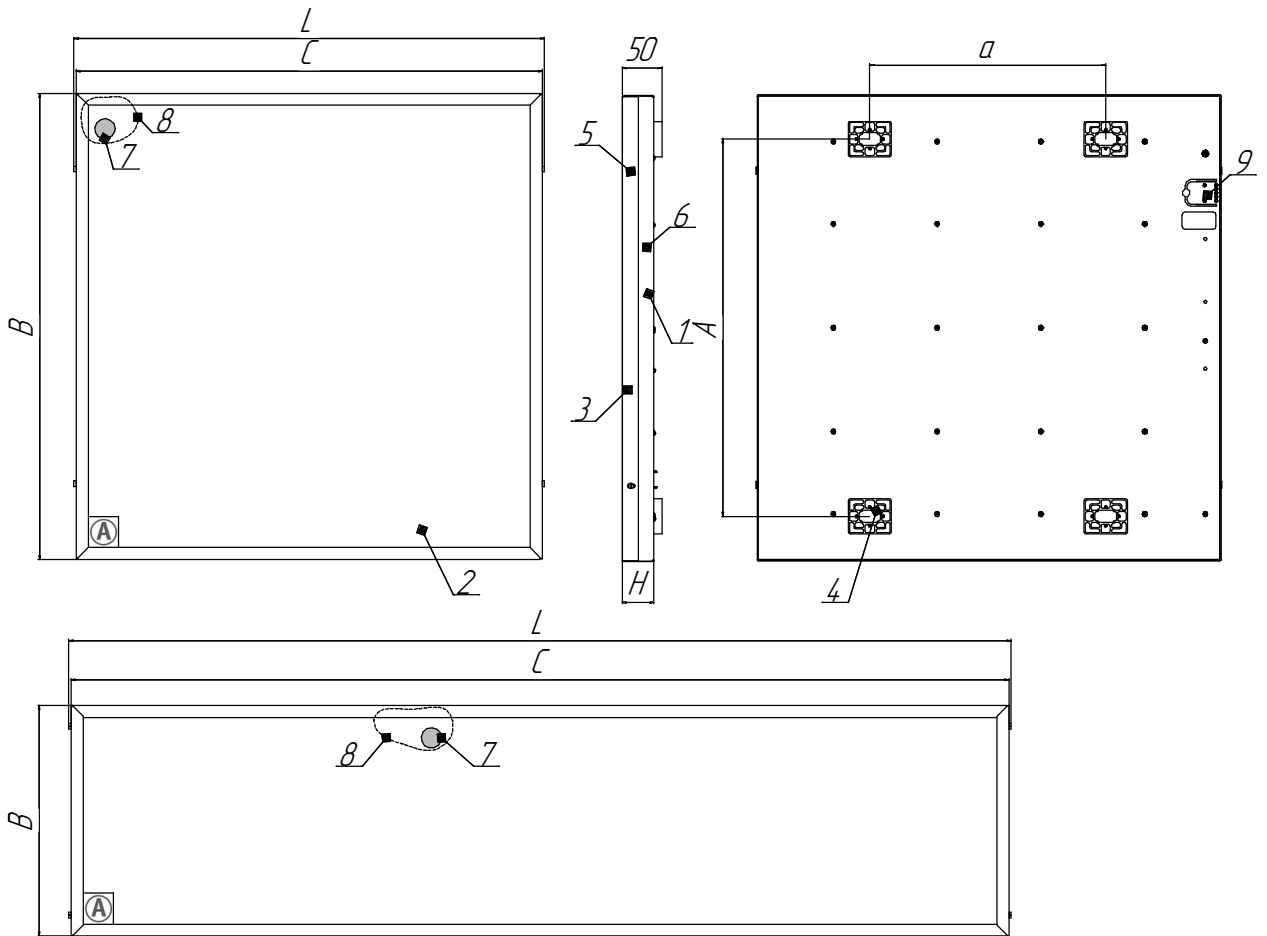
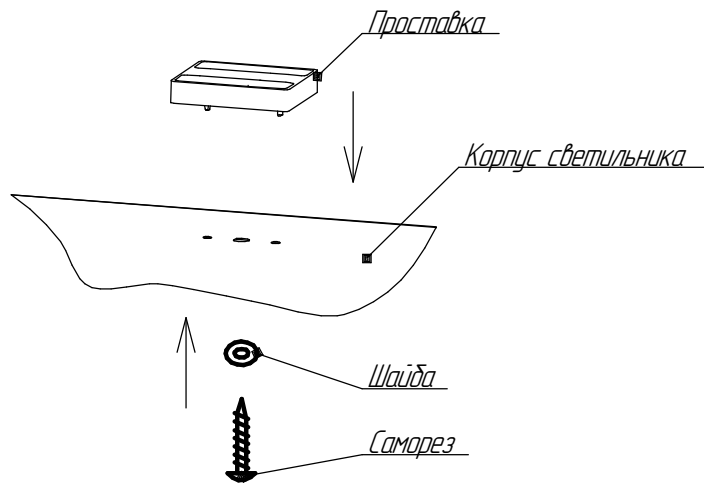
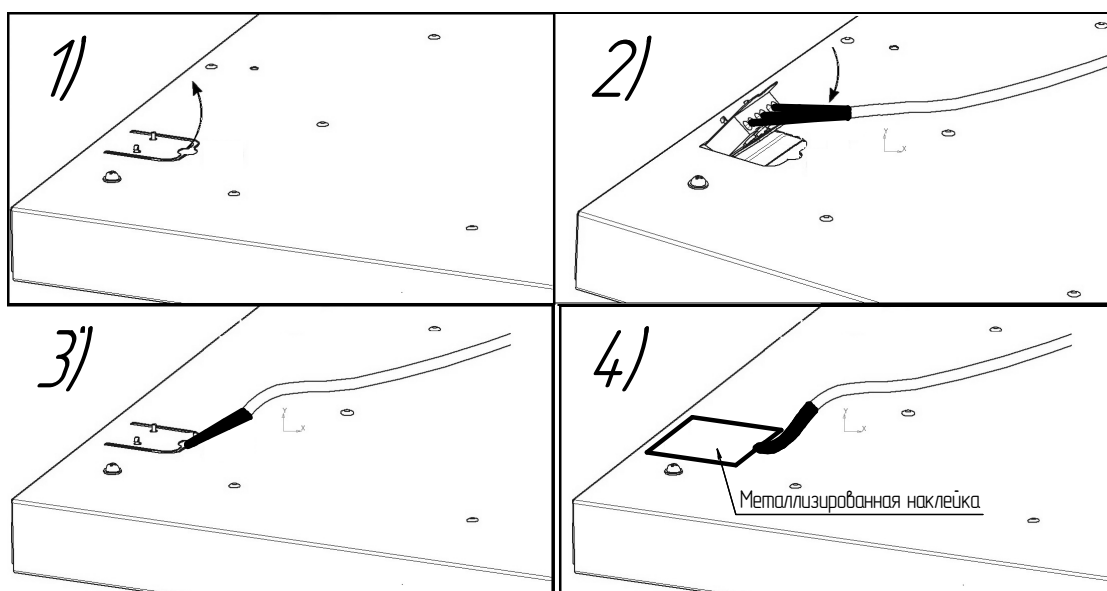
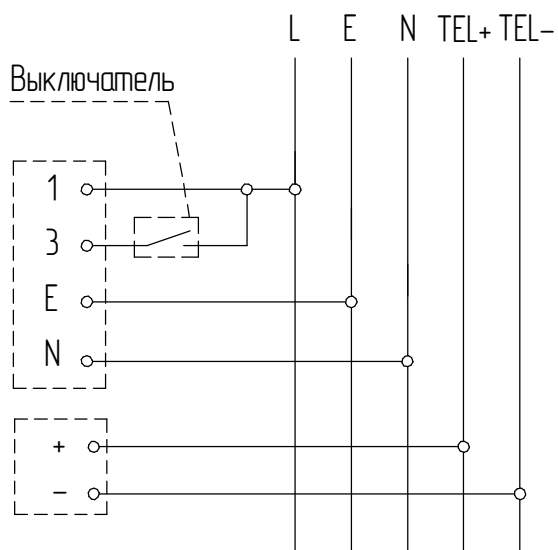

Рисунок 1 - Светильник серии ДПО12 ЕМ и ДПО12 ЕМ ДТ
Рисунок 3 - Схема установки проставки пластиковой и крепления светильника
Рисунок 5 - Схема подключения светильника
Рисунок 7 - Схема подключения светильника с аварийным блоком питания и функцией TELECONTROL к сети
Отогните язычок с клеммной колодкой (см. рисунок 1, поз.9). После подключения (см. пункт 5.4) загните язычок и заклейте язычок металлизированной наклейкой, входящей в комплект поставки (см. рисунок 5).
Снимите боковую планку поз.3, отвернув удерживающие ее винты поз.5 (см. рисунок 1). Снимите рассеиватель поз.2, выдвинув его со стороны боковой планки. Установите проставки пластиковые поз.4 в отверстия возле крепежных мест, предварительно отклеив клейкую ленту
(см. рисунок 3). Отогните язычок с клеммной колодкой (см. рисунок 1, поз.9). После подключения (см. пункт 5.4) загните язычок и заклейте язычок металлизированной наклейкой, входящей в комплект поставки (см. рисунок 5). Закрепите светильник на опорной поверхности, предварительно разметив точки крепления.
5.5 Подайте напряжение питания по некоммутированной сети освещения. Индикатор заряда должен зажегся (см. рисунок 1, поз.7). Если индикатор заряда не зажегся, то необходимо проверить правильность подключения светильника. Затем подайте напряжение питания по коммутированной сети освещения. Если светильник не светит, то так же проверьте правильность его подключения. Подключение светильника с блоком аварийного питания, с функцией TELECONTROL производить согласно схеме (см. рисунок 7).
1) **Кнопка "Тест" для Universal Opal/Prizma:** выключите светильник. Нажмите кнопку на торце светового прибора (см. рисунок 1, поз. 6). Источник питания светильника переключится в аварийный режим, напряжение на светодиодные модули будет подаваться от аккумулятора. Для возврата в рабочий режим, отпустите кнопку ручного тестирования.
2) **"Магнитный тестовый выключатель" для Universal Soft MT:** выключите светильник. Поднесите "Магнит неодимовый E42 (M6) с крючком" (или аналогичный с силой сцепления не менее 60 кг) в плотную к области расположения индикатора (см. рисунок 1, поз. 8). Источник питания светильника переключится в аварийный режим, напряжение на светодиодные модули будет подаваться от аккумулятора. Для возврата в рабочий режим отдалите магнит.